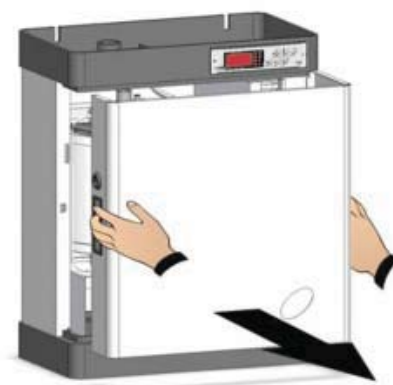

Рис. 7
4. Выньте переднюю панель, взявшись за две боковые ручки и легко потянув на себя (рис. 7).